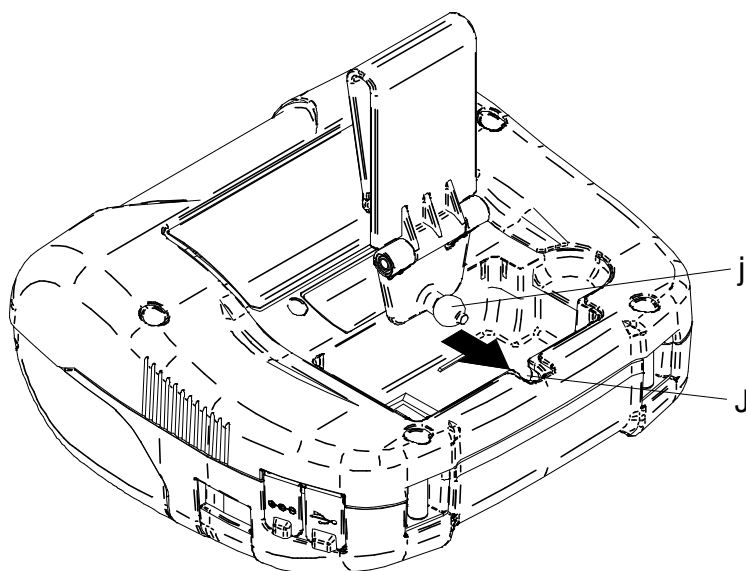

図 14-1 ベルトクリップの取り付け(1)
- ③ ベルトクリップのj部をプリンタのJ部に、図 14-1の向きで取り付けてください。